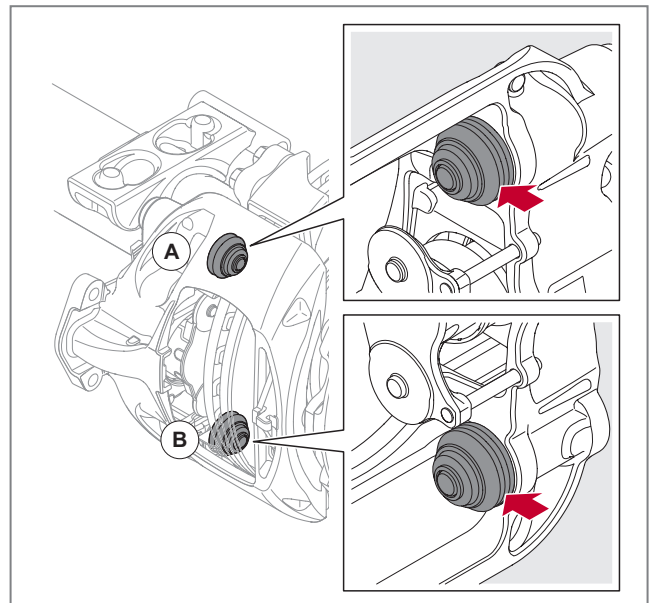

Abb. 28 - Faltenbalg der Führungsbolzens inspizieren
15. Inspizieren Sie den Faltenbalg des Festlagers Führungsbolzen (A) und den Faltenbalg des Loslagers Führungsbolzens (B), *siehe* ► *Abb. 28*. Untersuchen Sie den Faltenbalg gründlich auf Beschädigungen durch Ablagerungen, Steine oder Überhitzung.